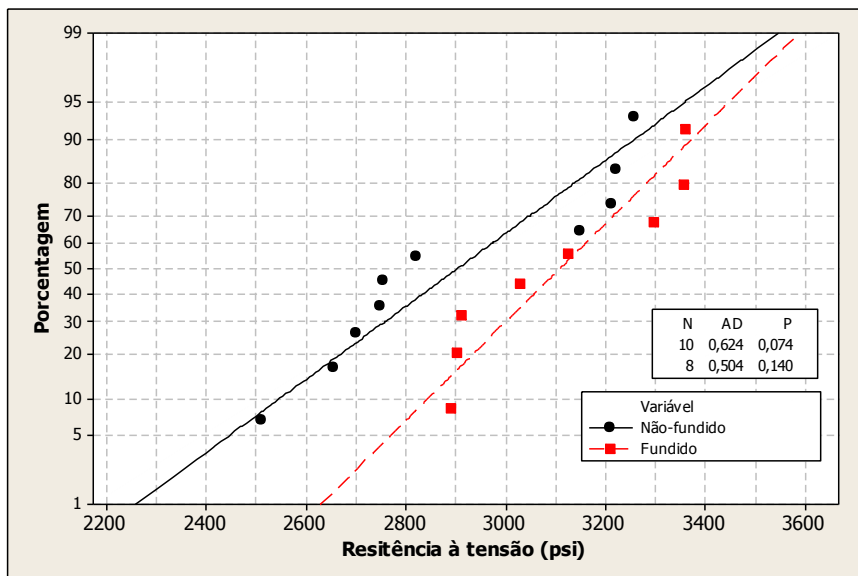

Figura 4 - Gráfico de probabilidade normal para os dados de resistência à tensão.
11. Analise a Figura 4 e responda se há evidência que suporte a suposição de que as distribuições de resistência sob as duas condições são normais. Justifique.